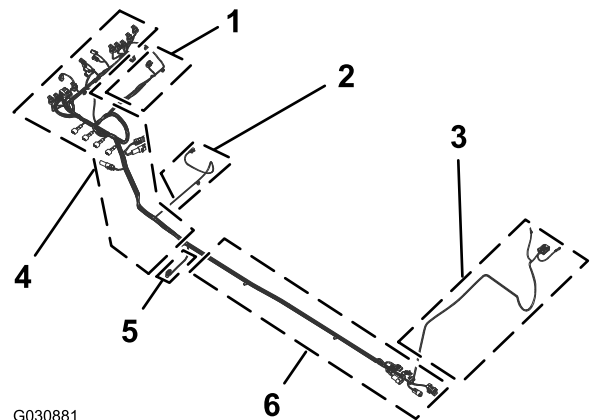

Bild 110
1. Ermitteln Sie den 165-cm-Zweig und den 203-cm-Zweig des neuen elektrischen Kabelbaums (Bild 110).